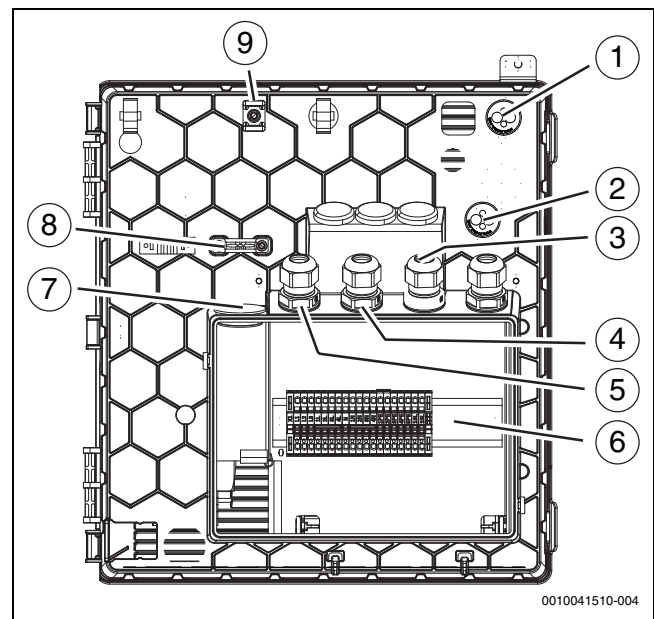

Bild 38 Kabeldurchführungen zum Klemmenkasten
Bei Kabeldurchführungen (→Abbildung 38 [1], [2], [7]) genügt ein kleiner Einstich in die Membran, dann können die Leitungen durchgeschoben werden.
- ▶ Nach dem Einführen der Kabel die Kabelverschraubungen festziehen (→Abbildung 38 [3], [4], [5]).
- ▶ Die festgelegten Befestigungspunkte [9] für die Befestigung der durch die Einführungen geführten Kabel verwenden (→Abbildung 38 [1], [2]).